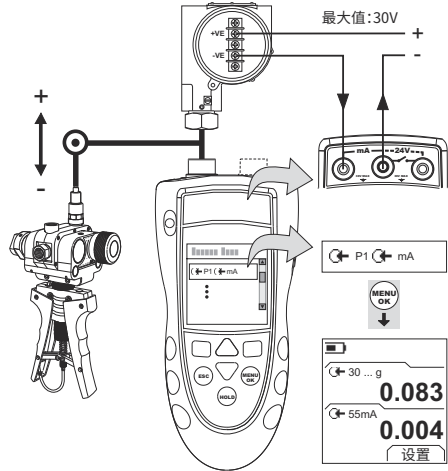
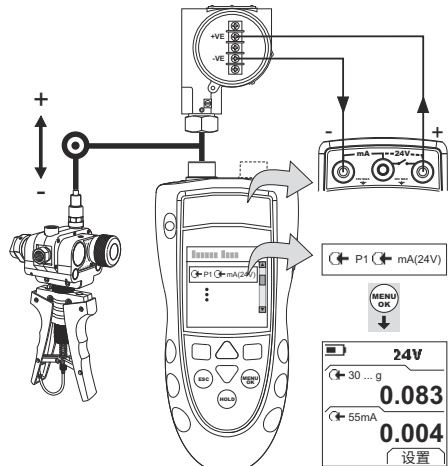

图 5: 配置示例 – 带外部回路电源的变送器校准
图 6: 配置示例 – 带内部回路电源的变送器校准
1. 连接仪表（图 5 或图 6），如有必要，调整设定（表 1）。